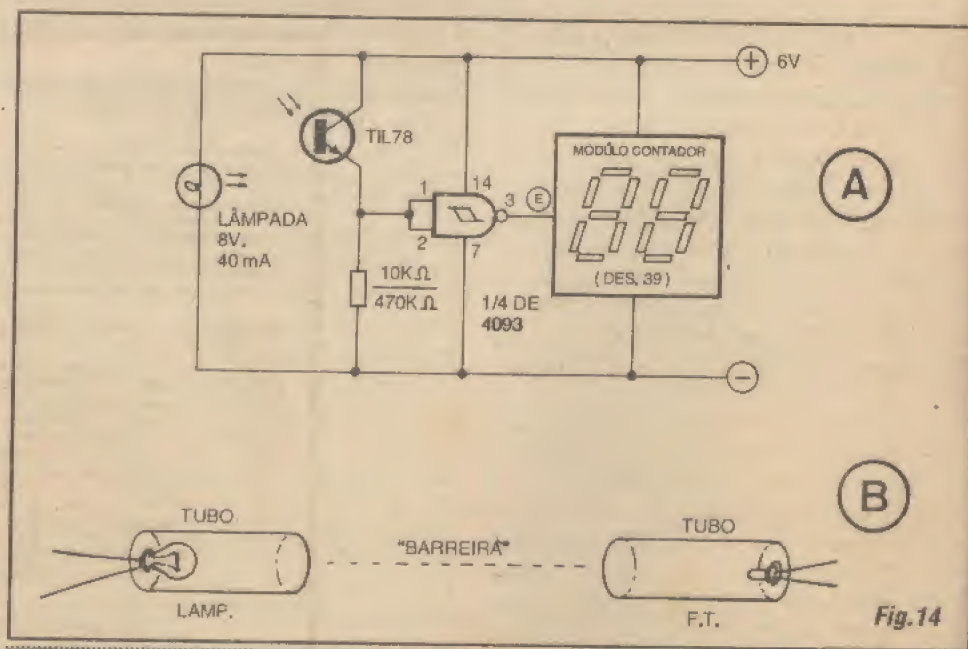

Fig. 14
- FIG. 14 - UMA INTERESSANTE APLICAÇÃO PRÁTICA PARA O MÓDULO CONTADOR...